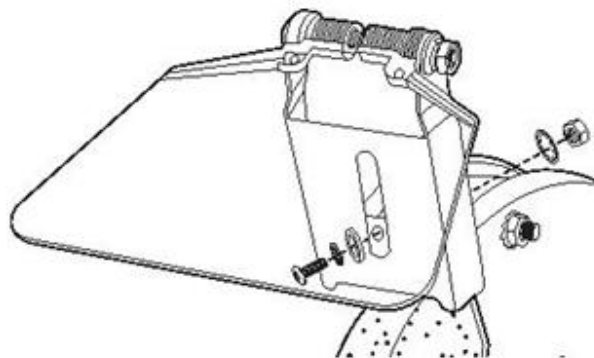

Fig. 1
1. Aliniați fanta parascânteii (5) cu gaura situată deasupra apărătorii discului (6).
3. Introduceți șurubul (10a) prin fanta parascânteii (5) și gaura situată deasupra apărătorii discului (6) (Fig.1).